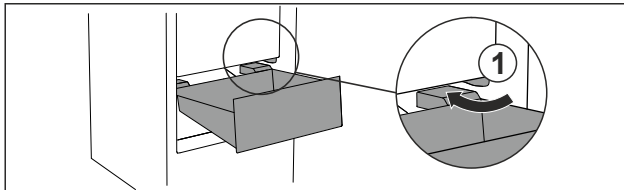

Fig. 98
- Predal speljite poševno okrog zaustavljalnikov Fig. 98 (1).